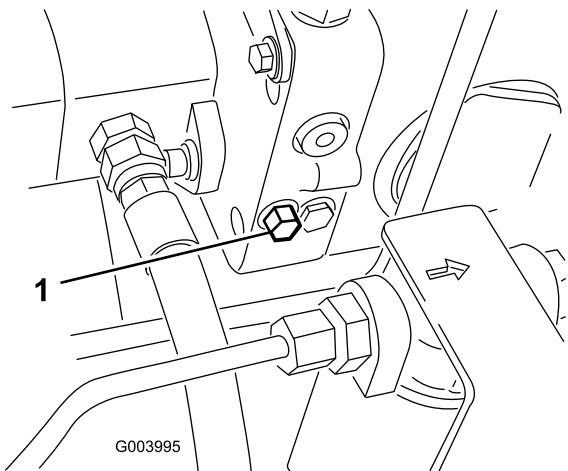

Figura 40
1. La valvola di bypass è situata sul lato sinistro dell'idrostato (Figura 40). Fate ruotare di un giro e mezzo il bullone per aprire e lasciare bypassare l'olio all'interno. Dal momento che il fluido viene bypassato, potete spostare lentamente la macchina senza danneggiare la trasmissione.